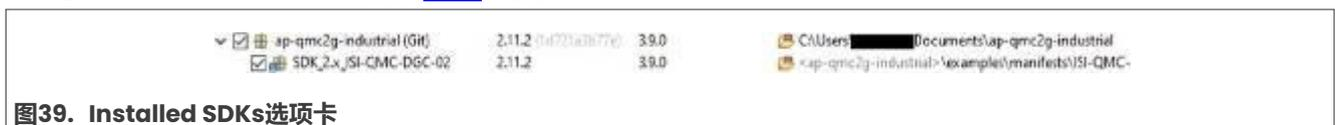

图39. *Installed SDKs*选项卡
4. 导入后，*Installed SDKs*面板如图39所示。